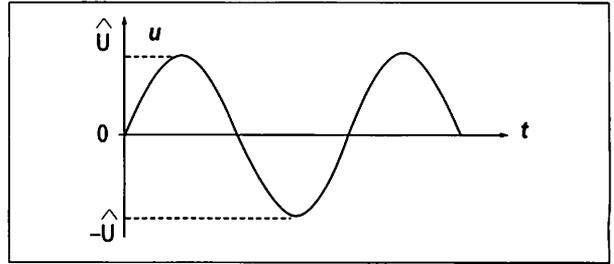

Fig. 5.03 : Valeur maximale.
La valeur maximale est le maximum de la fonction  $u(t)$  ou  $i(t)$ . Elle est aussi appelée valeur de crête et sa mesure s'effectue à l'oscilloscope (fig. 5.03).
- Un courant dont la valeur moyenne est nulle est alternatif (fig. 5.03).